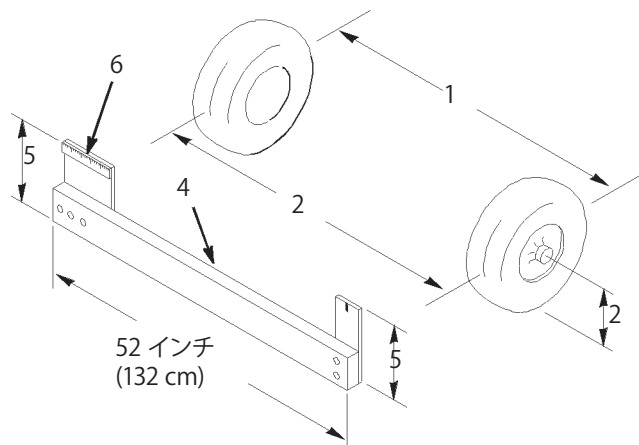

図50
4. 前輪の前と後ろで、左右のタイヤの中央線間距離を測る (図50)；計測はアクスルの高さで行う。前輪の後ろで、アクスルの高さで測定を行うには市販または手製のトーイン測定器が必要となる。前後の計測とも同じ道具を使用し、アクスルの高さで正しく測定すること (図50)。前後の計測値が同じか、前での測定値が0~6 mm 小さければよい。